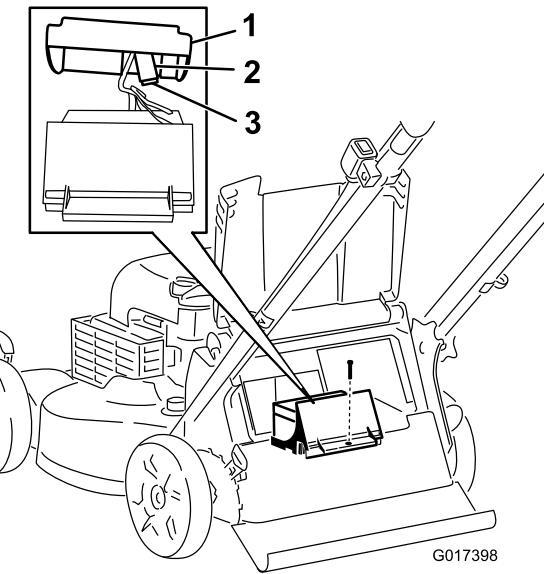

Figura 37
3. Rimuovete la vite di fissaggio del vano batteria, estraete la batteria e individuate il fusibile (Figura 37).
4. Sostituite il fusibile nel portafusibili (Figura 37).